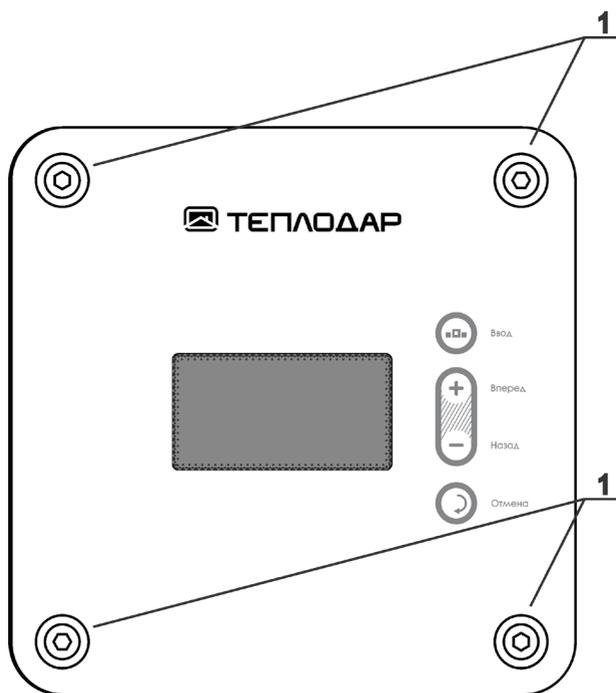

Рисунок 1. Панель управления Comfort AIR+
- Шестигранным ключом 4мм открутить винты (рис.1, поз.1)